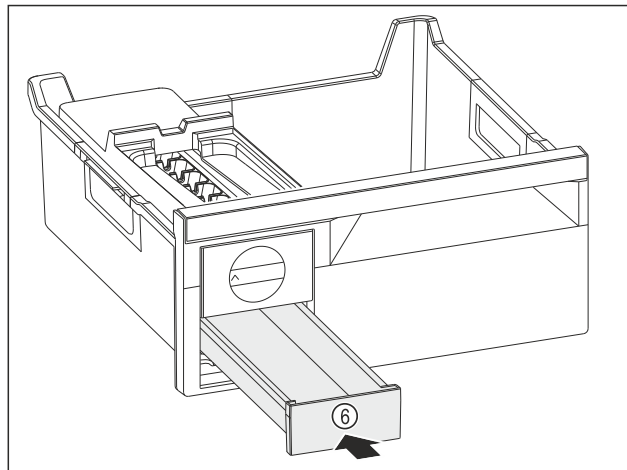

Fig. 117
- Umetnite Fig. 117 (6) pretinac za kockice leda.